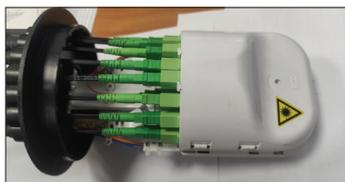

Рисунок 16
12.1 Ввести абонентский ОК в отверстие ввода/вывода абонентских ОК и (диаметр отверстия обеспечивает ввод коннектора типа SC), подключить к соответствующему адаптеру на M4 (рисунок 16). Закрепить пакет с силикагелем на кронштейн-кассете лентой виниловой.